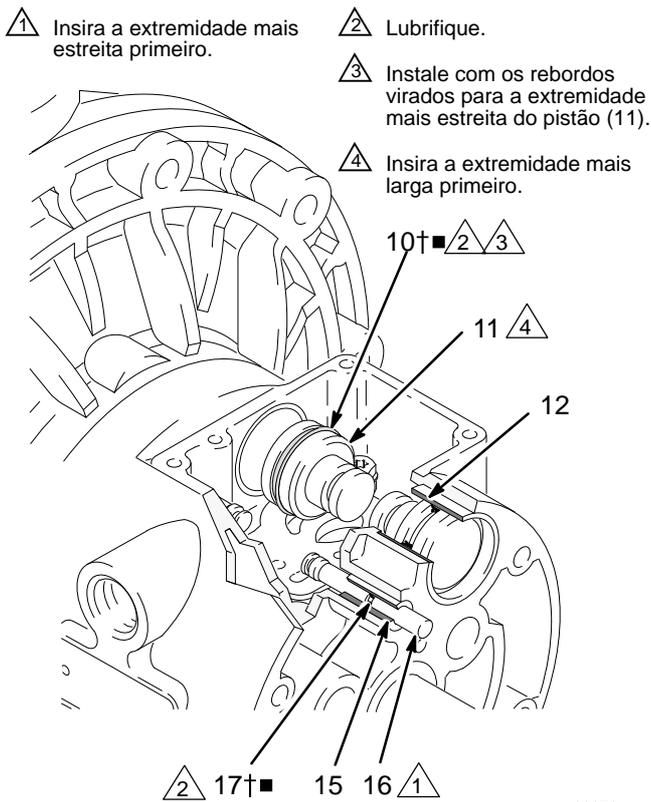

FIG. 8
4. Puxe os dois pistões do atuador (11) para fora dos apoios (12). Remova as arruelas côncavas (10) dos pistões. Puxe os pinos piloto (16) para fora dos apoios (15). Remova os o-rings (17) dos pinos piloto. Consulte a FIG. 8.
6. Inspeção os apoios (12, 15) no lugar. Consulte a FIG. 8. Os apoios são cônicos e, se estiverem danificados, têm de ser removidos a partir de fora. Isto requer a desmontagem da secção de produto. Consulte a página 22.
4. Instale um o-ring ((17) em cada pino piloto (16). Lubrifique os pinos e os o-rings. Insira os pinos nos apoios (15), a parte **estreita** primeiro. Consulte a FIG. 8.
5. Instale uma arruela cônica (10) em cada pistão do atuador (11), de modo a que os rebordos das arruelas fiquem virados para a parte **estreita** dos pistões. Consulte a FIG. 8.
6. Lubrifique as arruelas côncavas (10) e os pistões do atuador (11). Insira o interruptor dos pistões nos apoios (12), com a parte **larga** primeiro. Deixe a parte mais estreita dos pistões exposta. Consulte a FIG. 8.